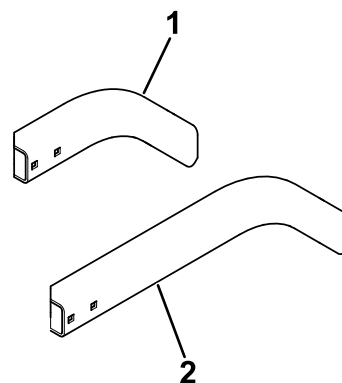

Figura 19
- **Modello 31980:** fissate il supporto destro lungo (Figura 19) al supporto destro con 2 bulloni a testa tonda ($\frac{5}{16}$ " x $\frac{3}{4}$ "") e 2 dadi flangiati ($\frac{5}{16}$ "").
- **Modello 31981:** fissate il supporto corto destro (Figura 19) al supporto destro con 2 bulloni a testa tonda ($\frac{5}{16}$ " x $\frac{3}{4}$ "") e 2 dadi flangiati ($\frac{5}{16}$ "").